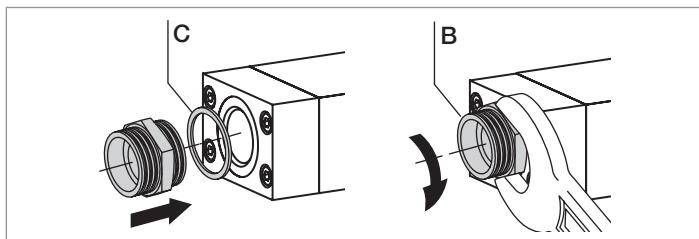

Fig. 13: Anschrauben des Verschraubungskörpers
- Die Dichtung [C] auf dem Fluidanschluss des Produkts platzieren. Siehe Fig. 13.
ziehen, was 18.44...20.65 lbf-ft entspricht. Siehe Fig. 13.